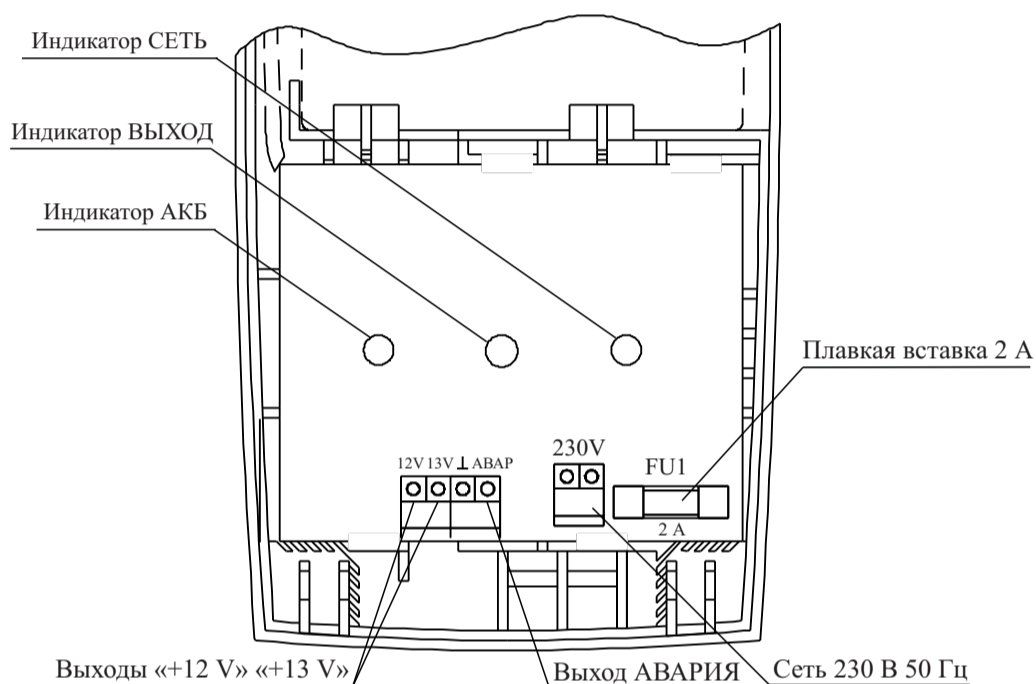

Рисунок 3 – Обозначение клемм и места установки плавких вставок
- 6.5 Для подключения источника следует использовать провода с сечением, указанным в п. 2.12. Подключение соединений производится в следующей последовательности (рисунок 3):